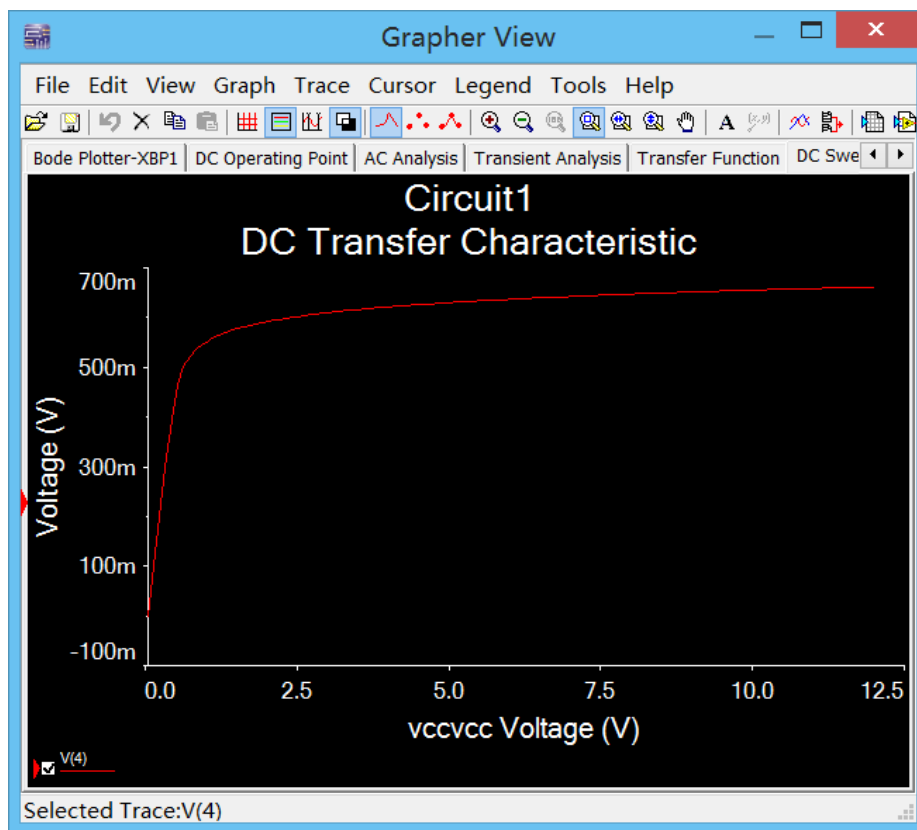

图 7.23 直流扫描分析结果
- 点击 Simulate 按钮进行分析，分析结果如图 7.23 所示。